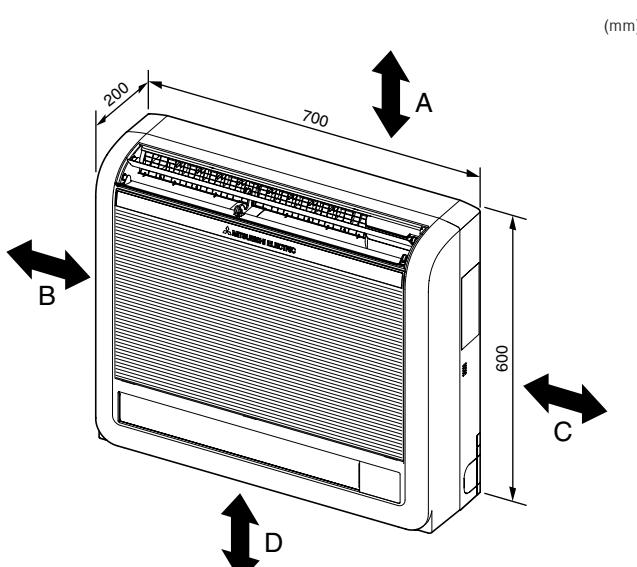

Fig. 2-1
①	Σωλήνας αποχέτευσης	1
②	Κάλυμμα σωλήνα	1
③	Ταινία στήριξης	2
④	Βάση ανάρτησης εσωτερικής μονάδας	1
⑤	Βίδα στήριξης για το ④ 4 × 25 mm	5
⑥	Ξυλόβιδα για τη στερέωση της εσωτερικής μονάδας	4
⑦	Ροδέλα του ⑥	4
⑧	Ταινία πύλματος (Χρησιμοποιείται για αριστερή ή πίσω-αριστερή σωλήνωση)	1
⑨	Καλώδιο ελεγκτή εξ αποστάσεως MA	1
2.1. Εξωτερικές διαστάσεις (Εσωτερική μονάδα) (Fig. 2-1)